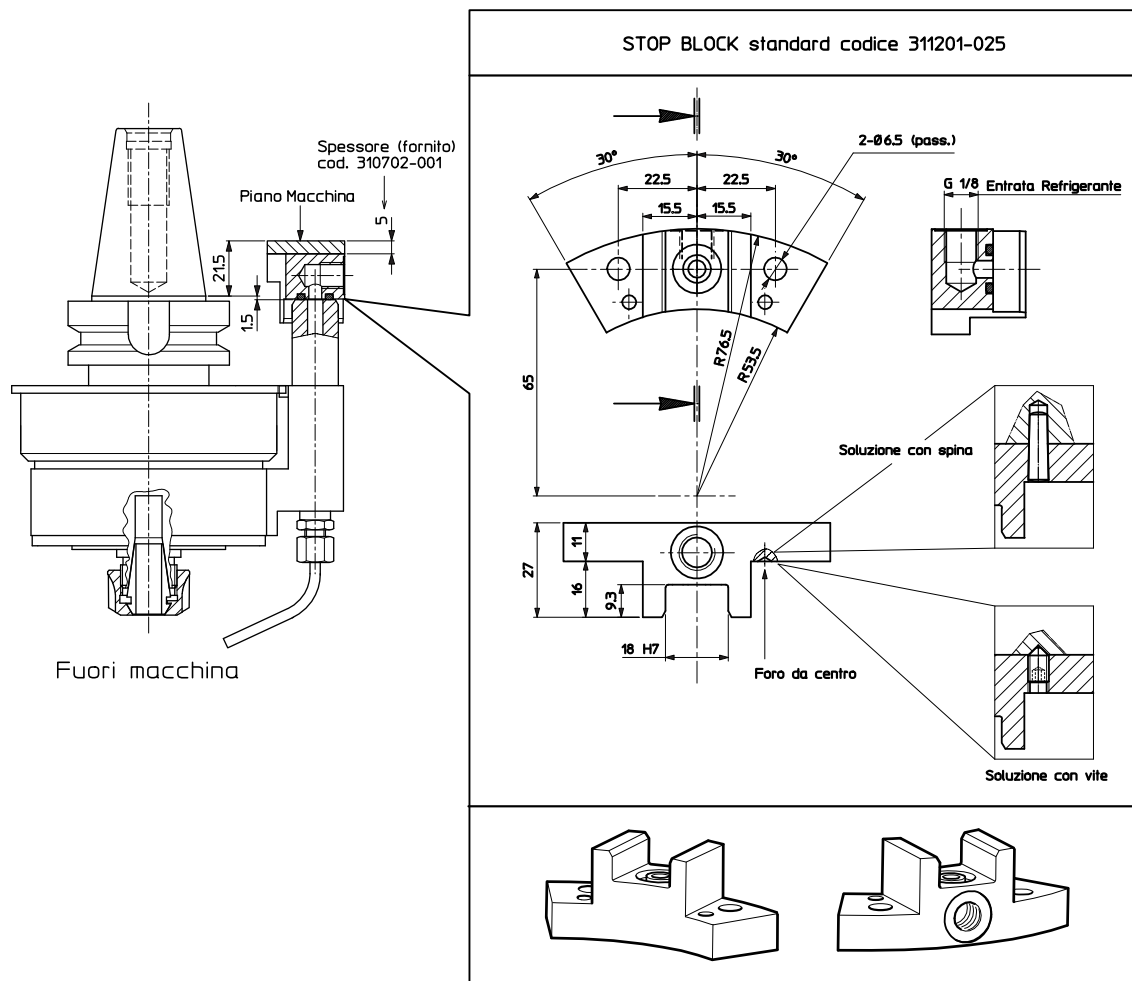

Fig. 6
- Alloggiare il perno Stop-Bar dentro l'apposita sede dello Stop-Block seguendo le indicazioni riportate in Fig. 6 al punto 7.1 del presente manuale.